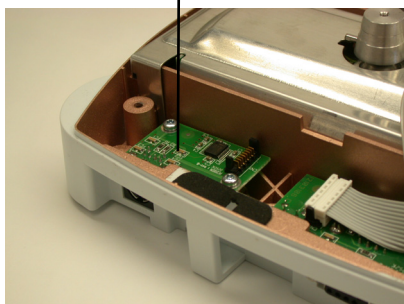

Figure 2C.
7. Montez le circuit imprimé de la deuxième interface USB dans les emplacements correspondants et fixez l'ensemble avec les 2 vis fournies (reportez-vous à la figure 2C).